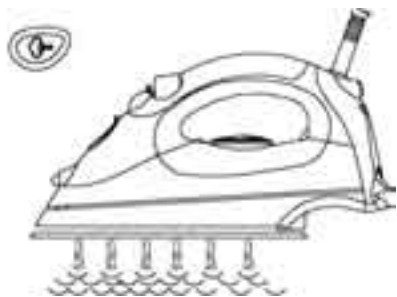

Figura 3
3. Con la plancha en posición horizontal, oprima el botón de emisión de vapor varias veces para cebar la bomba. Vea la Figura 3.